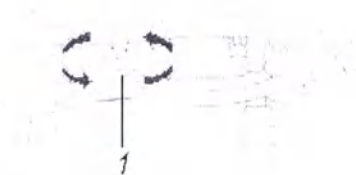

Рис.1.10
6.9 Пульт управления возможно установить на консоль в удобное для пользователя положение и закрепить барашком 1 (рис.1.10). Консоль имеет возможность регулирования в продольном и поперечном направлениях.